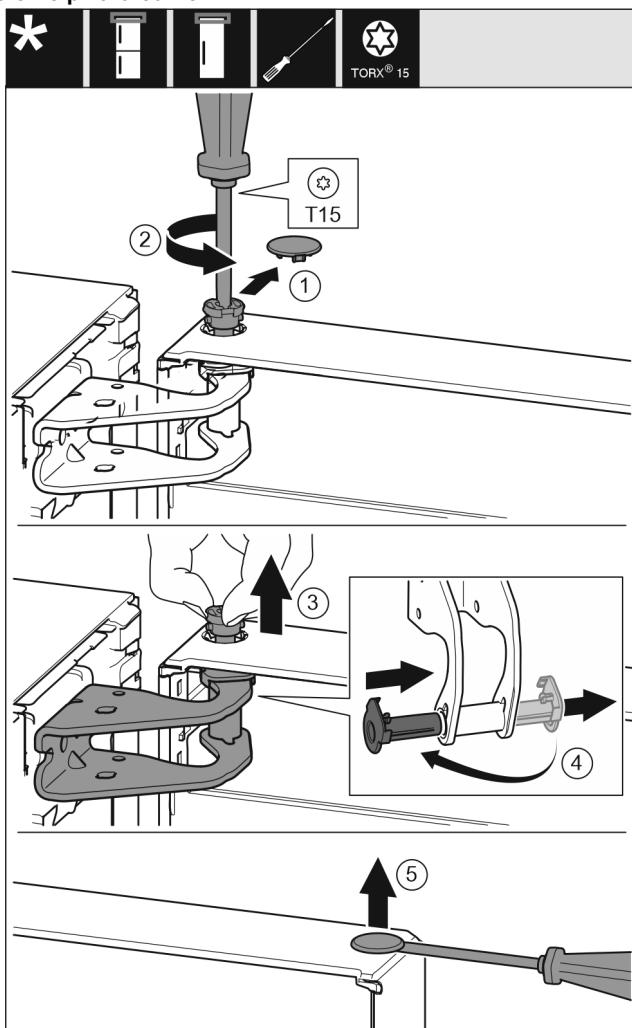

Fig. 7
- Atsargiai nutraukite apsauginę dengiamąją plokštelynę. *Fig. 7 (1)*
- Šiek tiek išsukite varžtus atsuktuviu T15. *Fig. 7 (2)*
- Tvirtai laikykite duris ir ištraukite varžtą pirštais. *Fig. 7 (3)*
- Ištraukite guolio įvorę iš kreipiamosios. Istatykite iš kitos pusės ir užfiksuojite. *Fig. 7 (4)*
- Kaištį atsargiai pakelkite išdrožiniu atsuktuviu iš durų guolio įvorės ir ji ištraukite. *Fig. 7 (5)*